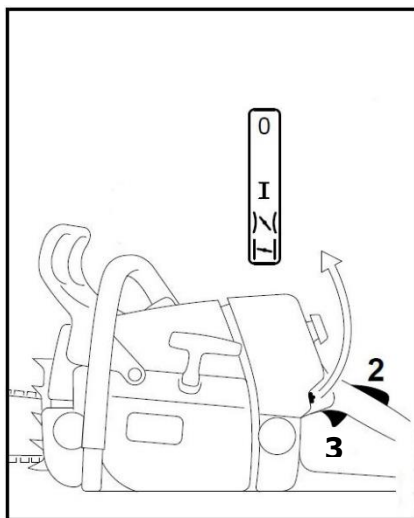

Рис.3
2. Нажмите одновременно рычаг безопасности и рычаг управления дросселем (рис. 3 поз. 2 и 3), удерживайте нажатыми оба рычага и установите комбинированный рычаг в необходимое положение.